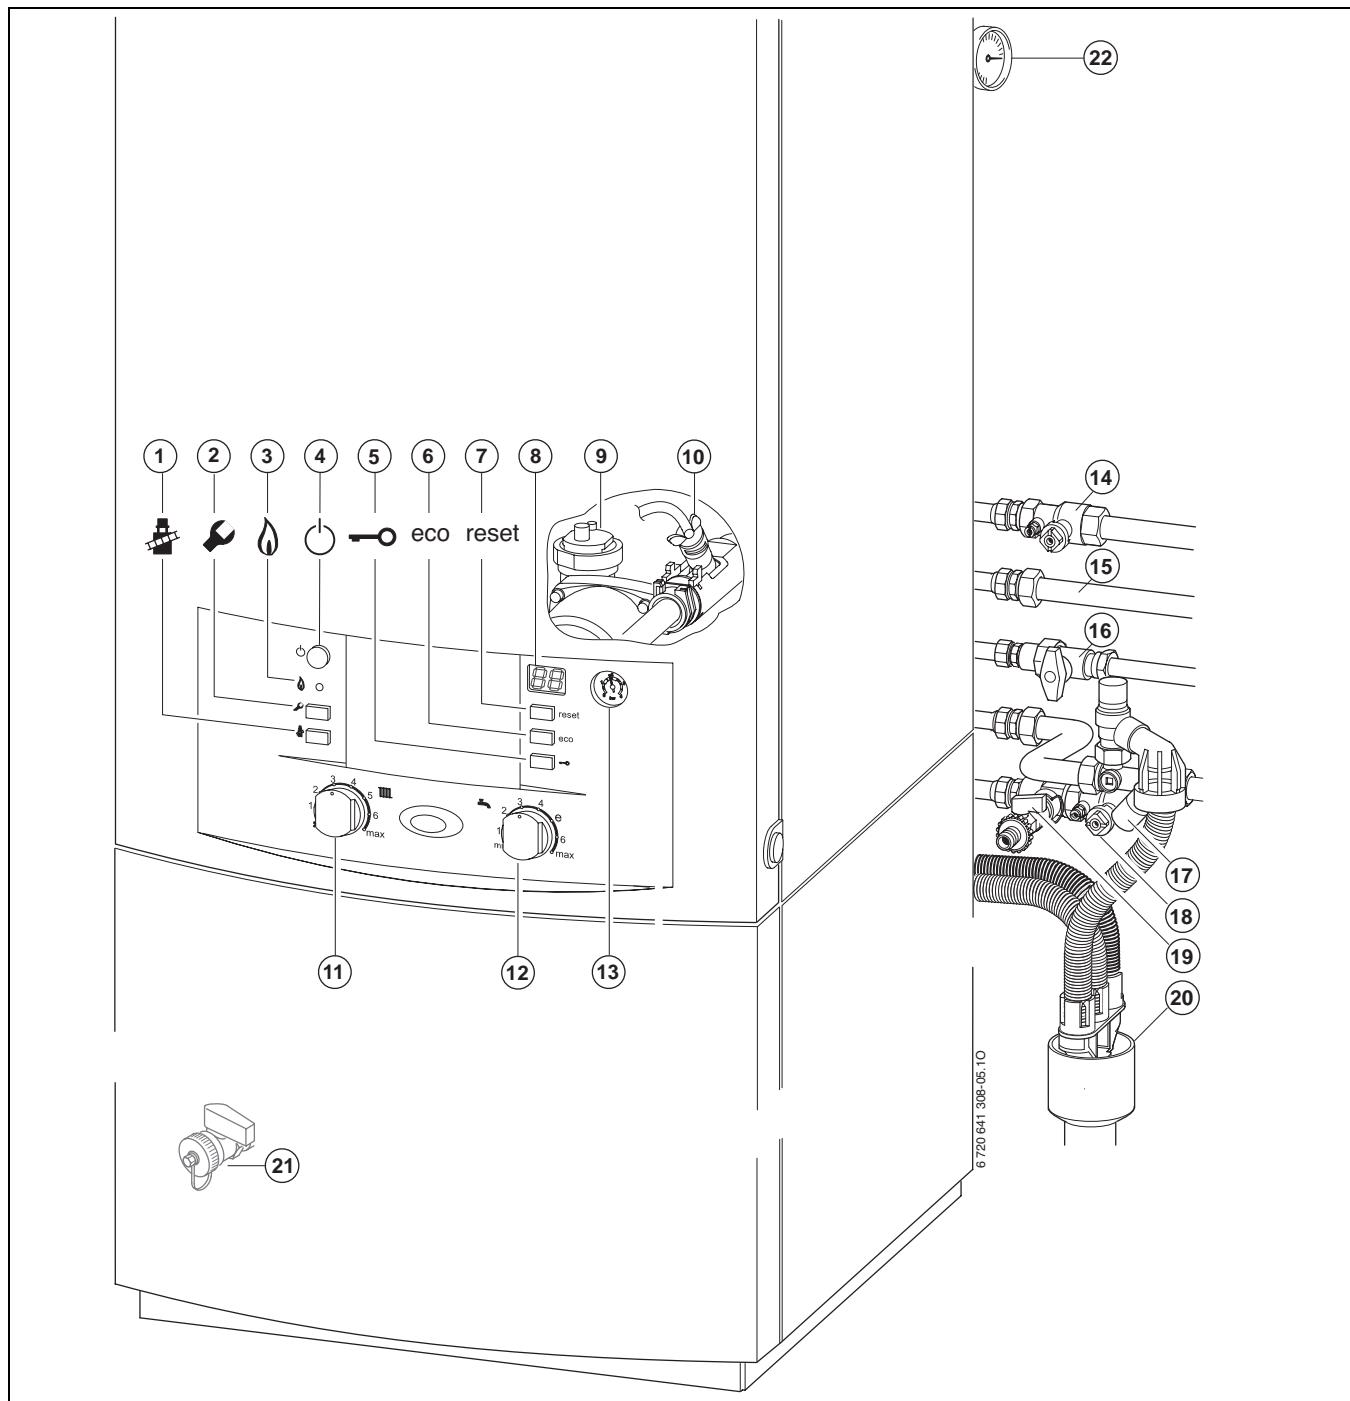

Рис. 46
- ▶ Откройте краны подающей и обратной линий отопления (→ рис. 46, [14] и [18]).